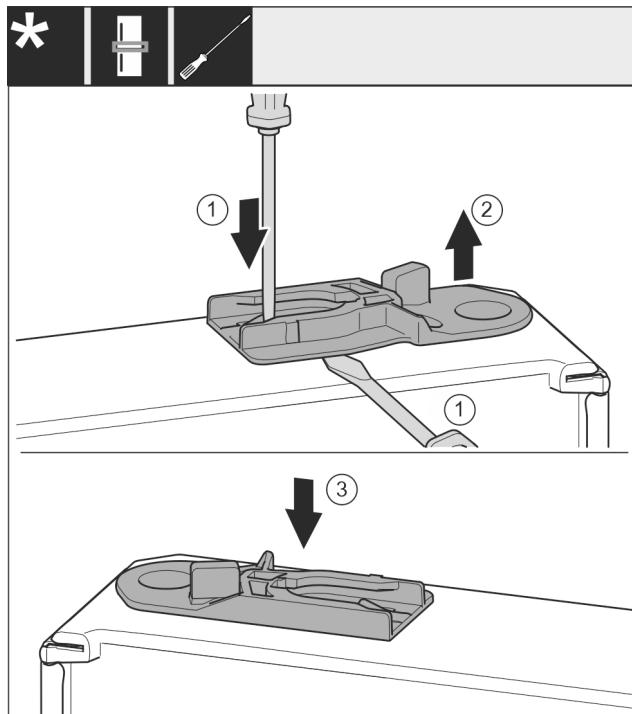

Fig. 38
- Scoateți bucșa de ghidare: Apăsați eclisa cu șurubelnita plată și deplasați concomitent cu șurubelnita plată sub bucșa de ghidare. Fig. 38 (1, 2)
- Împingeți bucșa de ghidaj atașată în pachetul de livrare pe altă parte a carcasei. Fig. 38 (3)